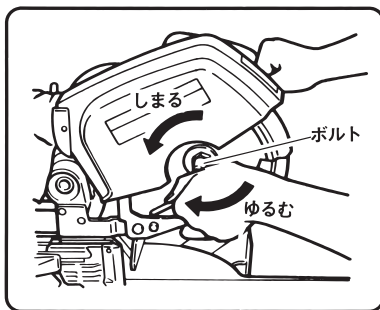

図 39-ロ
(1) スピンドルロックを押したまま、ボルトに付属(図3参照)の10mmボックススパナを掛け、ゆっくりと回転させるとスピンドルロックが下がり、のこ軸が固定(のこ刃が回転できない状態)されます。(図39-イ)